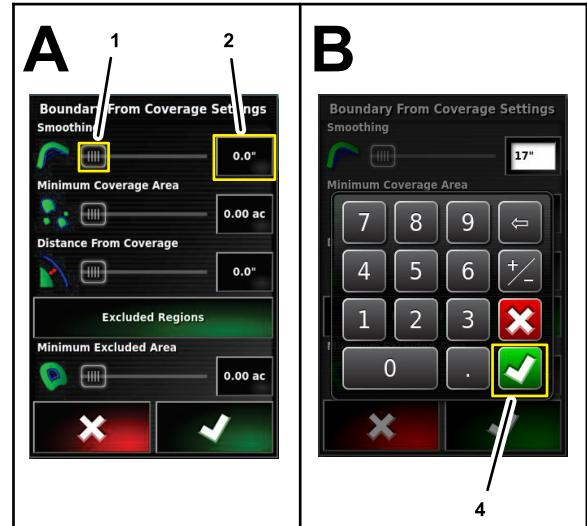

Figura 52
3. Premete l'Icona Numero per l'impostazione Spianamento (Figura 52). Utilizzate il tastierino sullo schermo per inserire un valore, quindi premete l'Icona Conferma.